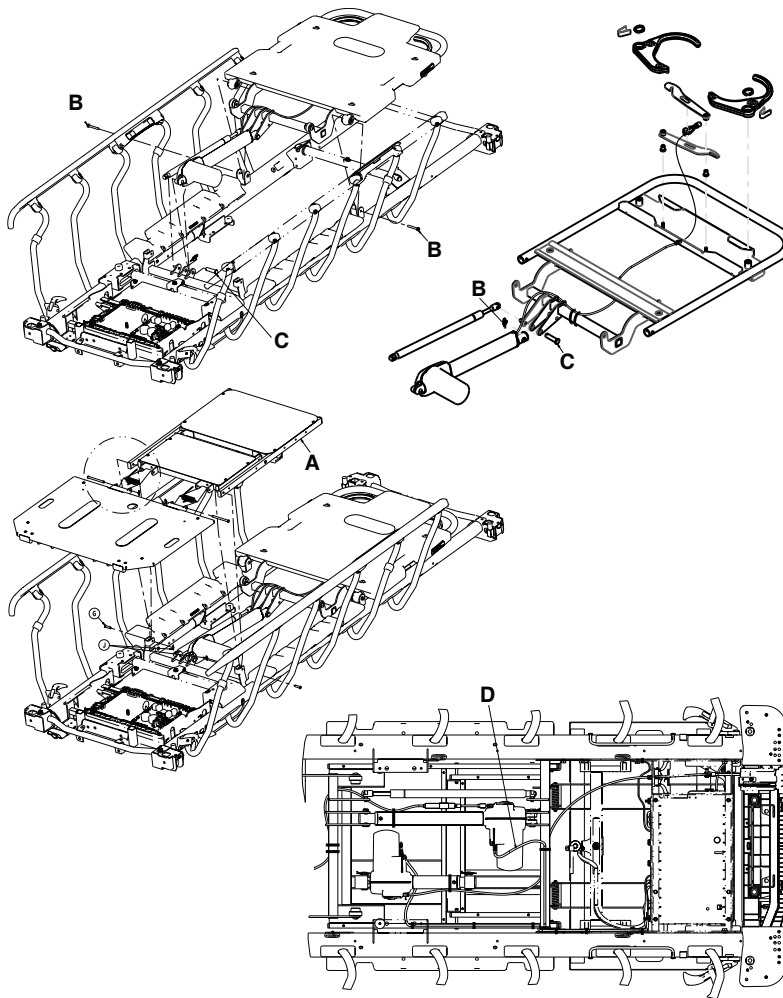

Figure 28 – Remplacement de l'actionneur du relève-buste
5. Relever l'abaissement du siège (A) et replier le siège vers le côté pieds du produit (Figure 28).